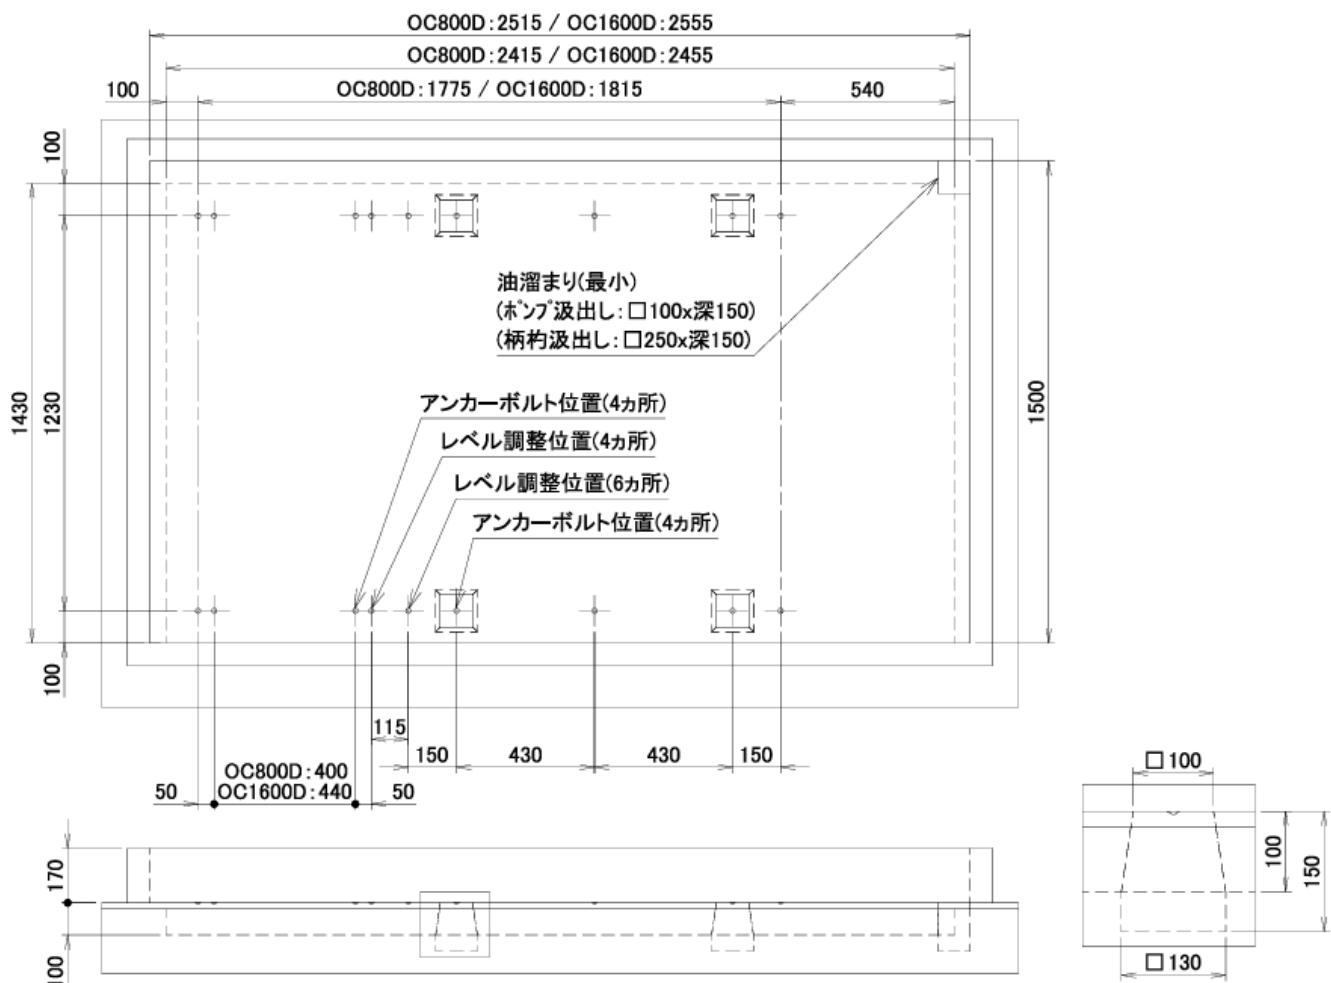

図 4-3
#### 4-3.一般的な基礎工事（図 4-3）
- 1) 機械の据付は、床荷重に耐えられるコンクリートの水平かつ凹凸の無い床に、図4-3の示す位置に、相対的に段差の無く、水平な4ヶ所のコンクリート基礎を施工してください。
- 2) コンクリート床自身が十分な強度、完全に平らでかつ水平、十分な厚みがあるならば図4-3に示す基礎工事を省くことができます。